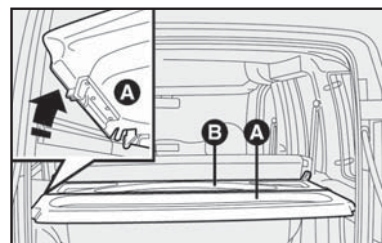

fig. 86
A cobertura é formada por duas partes fig. 86. Para retirá-la completamente:
2) Levantar a parte **A-fig. 86** da cobertura do porta-malas, até apoiá-la sobre a parte **B**.